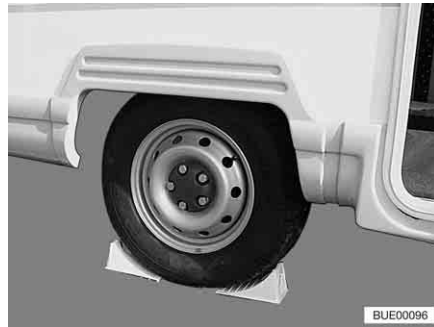

Bild 310 Fahrzeug sichern
- Unterlegkeile oder ähnliche geeignete Gegenstände am gegenüberliegenden Rad unterlegen, um das Fahrzeug zu sichern (Bild 310).